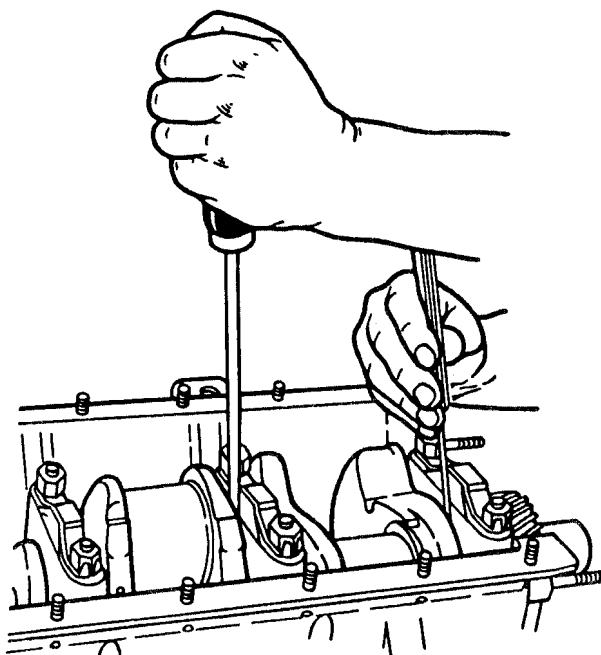

Рис.71. Проверка осевого зазора коленчатого вала
13. Проверить осевой зазор коленчатого вала. Для проверки необходимо отжать коленчатый вал к заднему концу двигателя и с помощью щупа определить зазор между торцом задней шайбы упорного подшипника и плоскостью бурта первой коренной шейки (рис.71). Зазор должен быть 0,075...0,275 мм. При увеличенном осевом зазоре для его восстановления установить упорные шайбы стандартной толщины или ремонтные упорные шайбы, увеличенной на 0,13 мм толщины. В случае значительного износа стальной упорной шайбы, установить новую упорную шайбу. В случае невозможности восстановления зазора заменой шайб, заменить коленчатый вал.